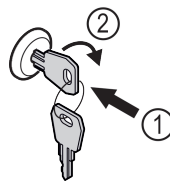

Fig. 160
- ▶ Schlüssel hineindrücken. Fig. 160 (1)
- ▶ Schlüssel um 90° im Uhrzeigersinn drehen. Fig. 160 (2)